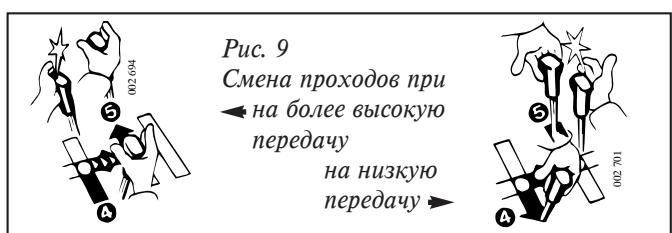

Рис. 9
• Перемещайте рычаг переключения быстро, без применения большого усилия. Это особенно важно при еще холодном трансмиссионном масле. Рекомендуется осуществлять перемещение рычага переключения передач открытой рукой, как показано на рис. 9.
- При переходе из прохода 3/4 в проход 5/6 и наоборот слегка ударьте ладонью по рычагу и быстро, без большого усилия, переведите рычаг в положение желаемой передачи (рис. 9).
Рис. 9а